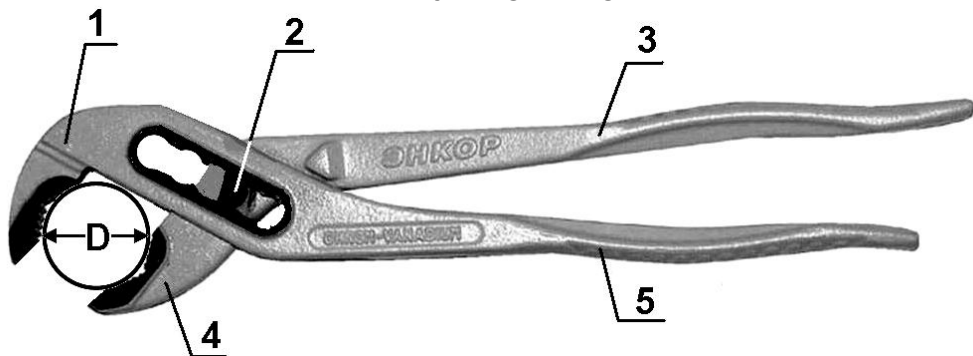

Рис.1.
3. Установите губки (1 и 4) плоскогубцев на трубу, так чтобы диаметр трубы обхватывался зубцами губок (1 и 4) в четырёх точках, Рис. 1.
7. Правильным захватом считается, когда ручка (3) упирается в ладонь, а ручка (5) сжимается пальцами руки. Усилие вращения прикладывается ладонью на ручку (3).